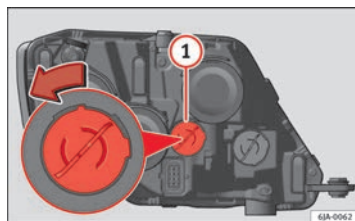

Fig. 152 Cambio de lámpara de la luz diurna
- Gire el portalámparas ⇒ fig. 152 ① en sentido antihorario y retírelo.